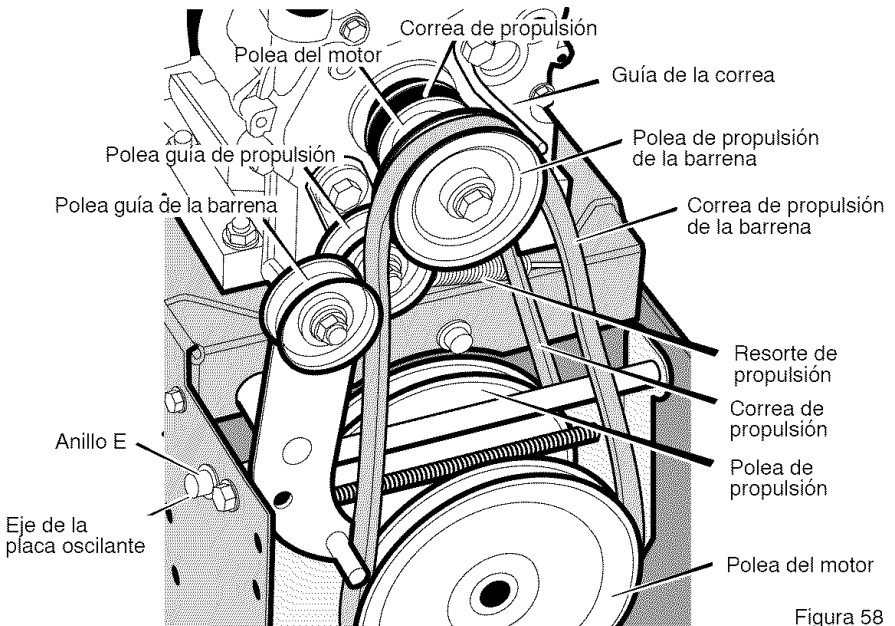

Figura 58
3. Afloje la tuerca de la polea guía de la barrena y mueva esta última hacia la correa un octavo de pulgada aproximadamente (3 mm) (Figura 58).
- Afloje la **guía de la correa**. Separe la **guía de la polea de propulsión de la barrena** (Figura 58).
- Quite la antigua **correa del propulsor de la barrena** de la **polea del propulsor de la barrena**. Cambie la **correa del propulsor de la barrena** por una correa de repuesto original de fábrica disponible en un centro de servicio autorizado (Figura 58).
3. Quite el **anillo E** de uno de los extremos del **eje de la placa oscilante**. Quite este **eje** para que la placa oscilante gire hacia adelante (Figura 58).